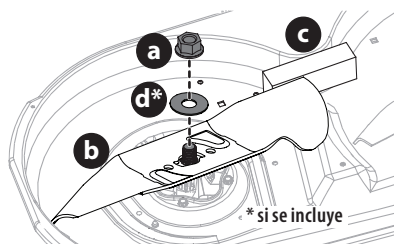

Fig. 46
2. Coloque un bloque de madera (c) entre el alojamiento de la plataforma y el borde de corte de la cuchilla (b) para ayudar a aflojar la tuerca hexagonal (a) y la arandela (d*) que fijan la cuchilla (b). Utilice una llave de 15/16 pulgadas para aflojar la tuerca hexagonal (a) y la arandela (d*) (Fig. 46).
3. Cuando reinstale las cuchillas, asegúrese de lo siguiente (Fig. 46):